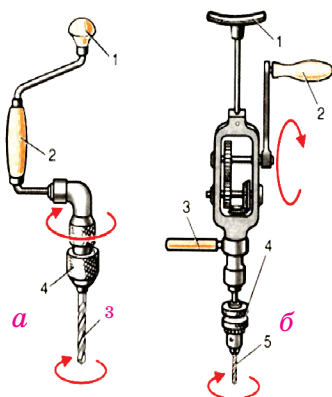

Рис. 3. Инструменты для сверления:
Каждое сверло на своей торцевой рабочей части обычно имеет две режущие кромки. Режущими кромками при сверлении подрезаются волокна древесины, и ее частички в виде стружек выходят наружу через винтовые канавки. Хвостовая часть сверла служит для крепления его в патроне коловорота или механической ручной дрели (рис. 3). Эти инструменты предназначены для вращения сверла.
Коловорот (рис. 3, а) состоит из упора (1), рукоятки вращения (2), сверла (3), патрона (4), в котором крепится сверло.
Механическая дрель (рис. 3, б) состоит из упора (1), рукоятки вращения (2), рукоятки захвата (3), патрона (4), сверла (5). В дрели имеется зубчатый механизм, который передает вращение от рукоятки к патрону. Направление вращения сверла должно быть таким, чтобы его режущие кромки врезались в обрабатываемый материал и срезали стружку.